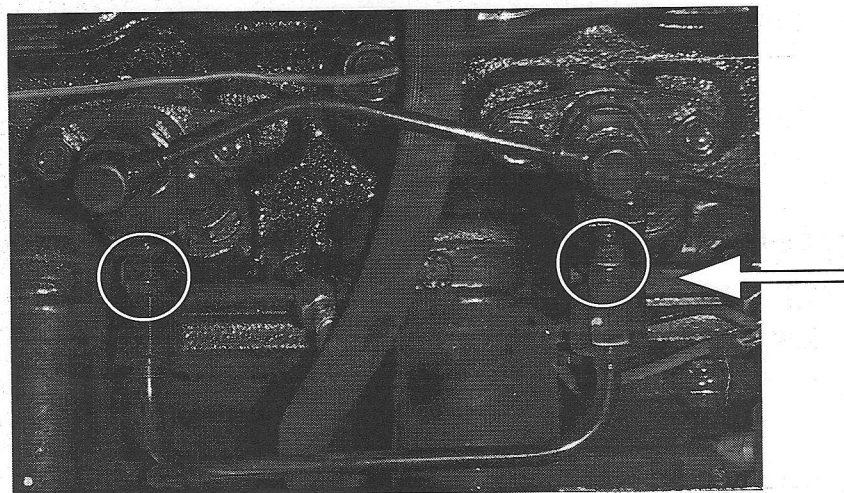

Рис.10. Форсунки
- е) Открутите одну из двух гаек, соединяющих топливные трубки и форсунки (рис.10). Выпустите воздух, используя ручной насос. Топливо из трубки должно струиться без пузырей. Закрутите гайку.